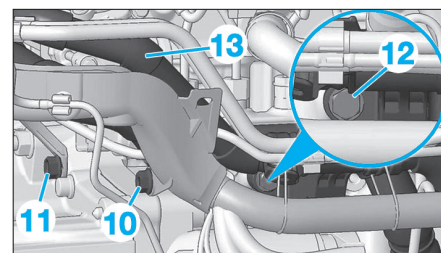

Fig. 37
- la vis (10) (Fig.37),
- la vis (11),
- la vis (12).
- Écarter avec précaution le collecteur d'eau (13).